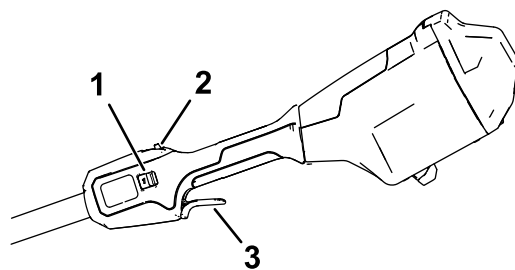

Рисунок 9
5. Для запуска машины надавите на предохранитель пускового механизма, а затем нажмите на пусковой рычажок (Рисунок 9).